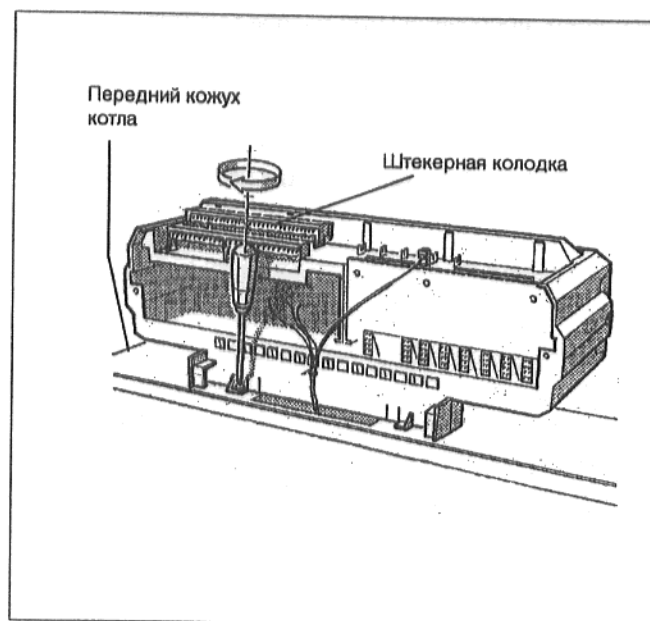

Рис. 39
- Привинтить устройство регулирования посредством двух винтов, расположенных в углах кабельного прохода, к кожуху котла (рис. 39).